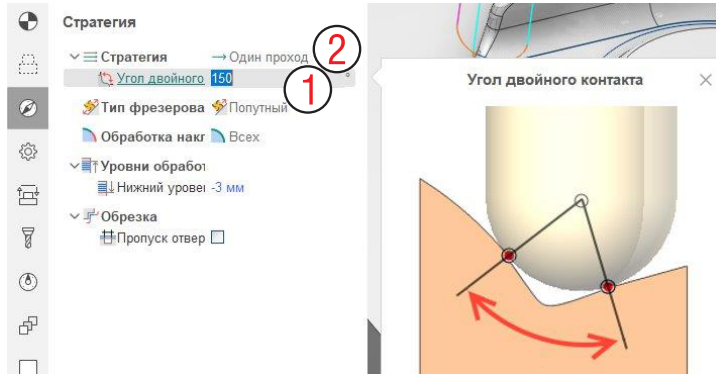

Рис. 3-32. Параметр Угол двойного контакта с контекстной подсказкой.
Основной параметр, определяющий точки двойного контакта, показан на рис. 3-32. Это Угол двойного контакта (1). Также упомянем Стратегию, в данном случае Один проход (2), возможна и многопроходная обработка. Таким образом, траектория строится на участках, где угол двойного контакта меньше заданного.